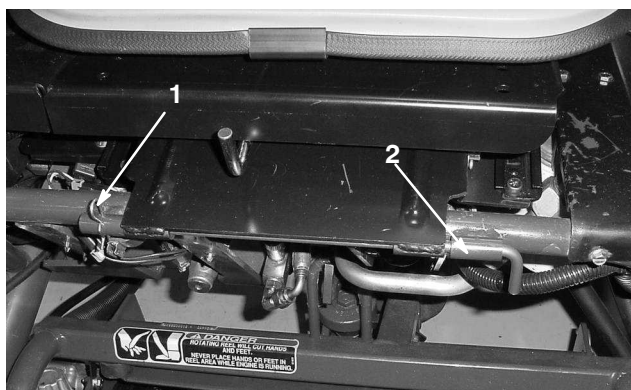

Bild 40
3. Senken Sie den Sitz ab und entfernen Sie den Splint, mit dem die Sitzgelenkstange am Rahmen befestigt ist (Bild 40).